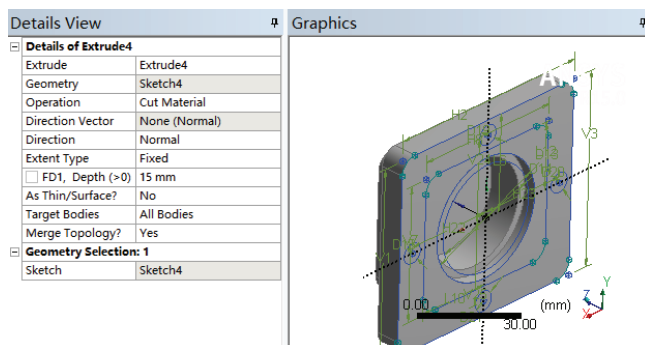

图 3-106 绘制 Extrude4
- 5) 设置 Depth 为 15mm，单击 Generate，得到的图形如图 3-106 所示。